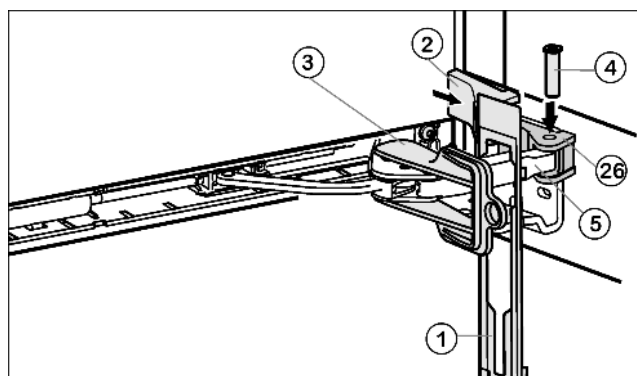

Fig. 11
- ▶ Krytku Fig. 11 (1) zavěste na třmenu tlumiče tak, že zajišťovací háčky ukazují dopředu a přední strana ke spotřebiči.
- ▶ Třmen tlumiče Fig. 11 (5) přitáhněte k ložiskovému dílu Fig. 11 (26) a čep Fig. 11 (4) zase vložte shora tak, aby čtyřhran seděl v prohlubni.
- ▶ Kryt Fig. 11 (2) nasadte a zaklesněte.
- ▶ Pojistku Fig. 11 (3) vytáhněte otočením.
- ▶ Krytku Fig. 11 (1) nasuňte na dveře a zatlačte.